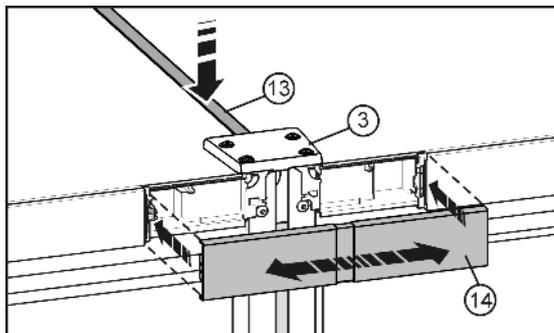

Fig. 10
- ▶ На верхней стороне вдавите в щель короткую планку Fig. 10 (13). Планка должна быть заподлицо с крышкой Fig. 10 (3) устройства на передней кромке.
- ▶ Защелкните крышку Fig. 10 (14) на еще открытой промежуток обеих заглушек участков обслуживания. Следите за тем, чтобы наружные стороны крышки заканчивались вровень с заглушками участков обслуживания. Для этой цели крышка сделана выдвигной.